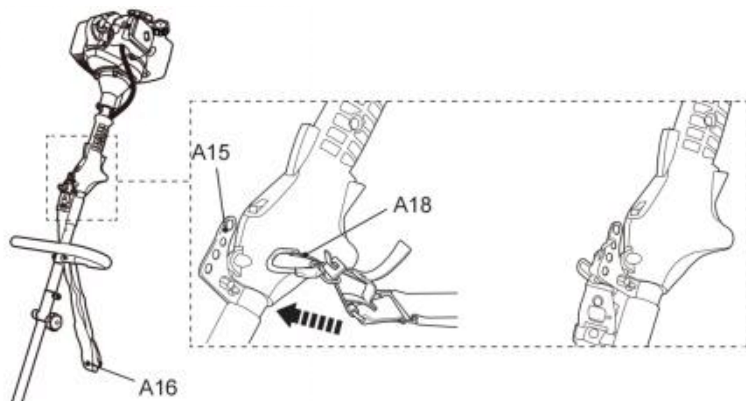

Fig. 32
1. Attaccare la clip di fissaggio (A18) a uno dei quattro anelli (A15) (Fig. 32).